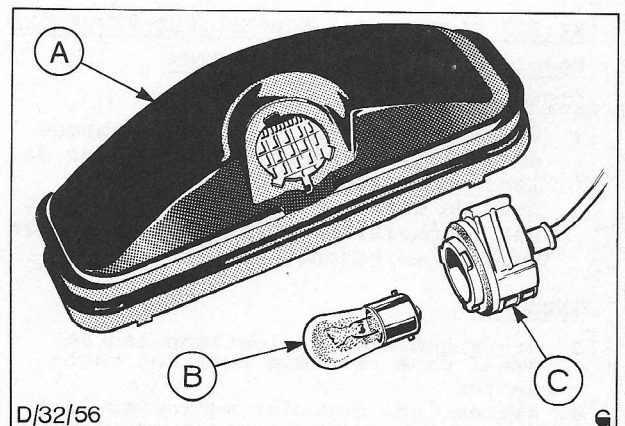

Fig. 17. Gloeilamp en lamphouder
1. Draai de lamphouder via de achterzijde van het knipperlicht linksom uit het lamphuis. Fig. 17.